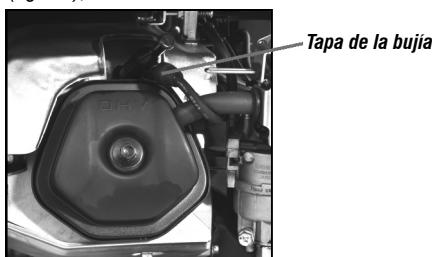

Fig. 26 – Retirando la bujía
- d. Con auxilio de una llave de bujía, retire la bujía (fig. 26);